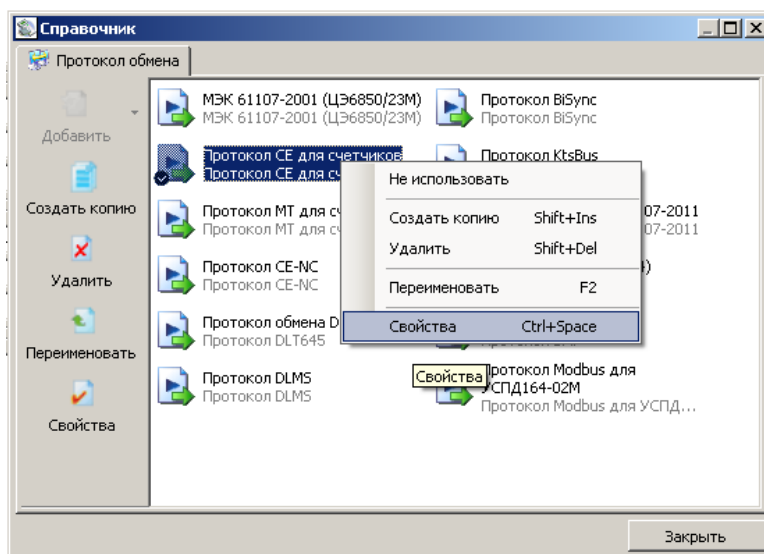

Рисунок 26 – Окно справочника протокола обмена
5.2.8 Выбрать профиль настроек протокола обмена «Протокол СЕ для счетчиков» и нажать кнопку «Свойства» на панели задач. В результате откроется окно редактирования настроек протокола обмена, см. рисунок 26.
5.2.9 Установить значения настроек протокола (см. рисунок 26):